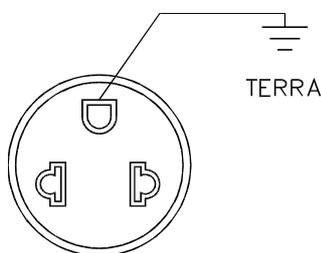

FIGURA 3.1
- 3.3 - Certificar-se de que a impressora esteja desligada e, em caso afirmativo, ligar o plugue de força à rede. Observar que a tomada para o plugue de força deve ser de três pinos, sendo que o pino central (ver figura 3.1) deve ser conectado à terra.